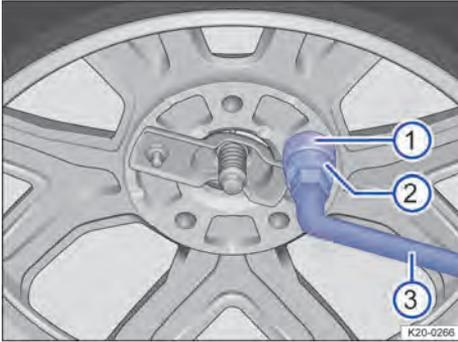

Fig. 190 Retirar la protección antirrobo.
- Saque el adaptador para la protección antirrobo → Fig. 190 ② y la llave de rueda → Fig. 190 ③ de las herramientas de a bordo.
- Retire la tapa de la tuerca de seguridad → Fig. 190 ①.
- Encaje el adaptador para la protección antirrobo ② y la llave de rueda ③ en la tuerca de seguridad ①.
- Desenrosque completamente la tuerca de seguridad ① en el sentido contrario al de las agujas del reloj con la llave de rueda ③.